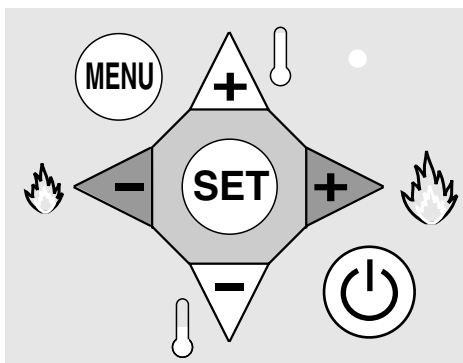

fig. 29
- **un gruppo per la navigazione nei menù**, costituito da 7 tasti (fig. 29)